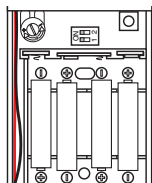

Figura 3
3. **Ponga las 4 baterías alcalinas “AAA” (no incluidas).** Asegúrese de que las baterías estén orientadas correctamente (vea la Figura 3).